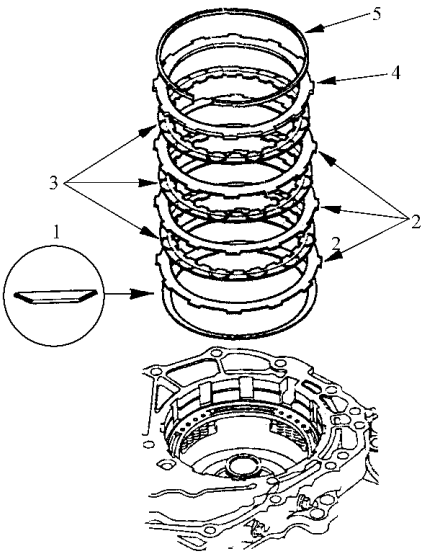

图 5-125 安装离合器盘片
11) 按图 5-125 所示的方向，将盘片弹簧安装在倒档制动器上。